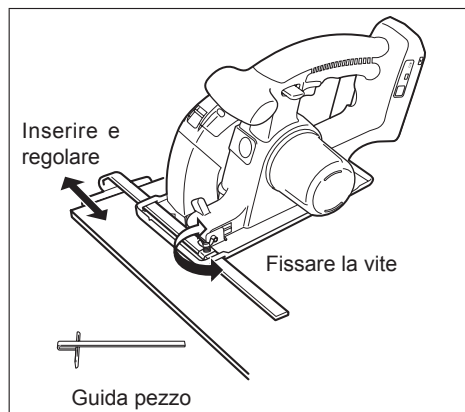

Fig. 10
- Inserire la guida pezzo e regolare la larghezza di taglio. (Vedere la fig. 10)